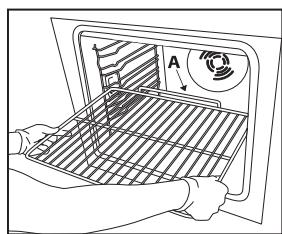

Рис. 1
1. Вставьте решетку горизонтально, так, чтобы выступ А был сверху (рис. 1).